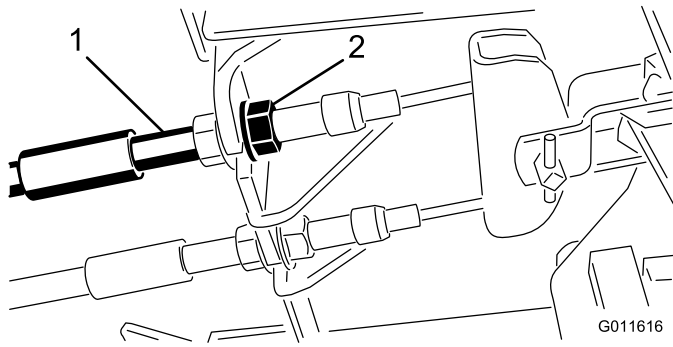

図 55
1. 遊びを減らす（ブレーキを締める）には、ブレーキ・ケーブルのネジ山の前ナットをゆるめ、後ろのナットを締める（図 55）。